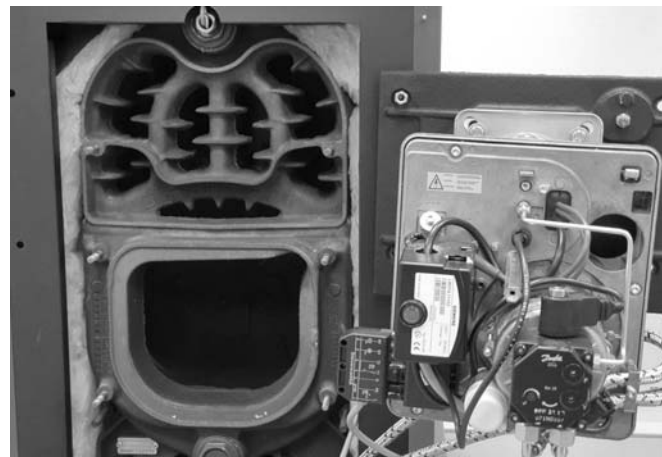

Abb. 85: Geöffneter Kessel mit Brenner in Serviceposition.
- ➔ Montieren Sie die untere Kesseltür mit Brenner gem. Abb. 85 in die Service-Position.